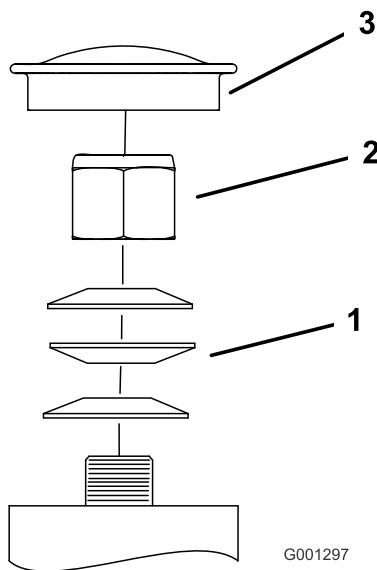

Figure 60
- Retirez le capuchon antipoussière de la roue pivotante et serrez le contre-écrou (Figure 60).
- Continuez de serrer le contre-écrou jusqu'à ce que les rondelles élastiques soient aplatis, puis desserrez-le de 1/4 de tour pour obtenir la précharge correcte des roulements (Figure 60).
Important: Veillez à placer les rondelles comme illustré (Figure 60).
- Remettez le capuchon antipoussière en place (Figure 60).